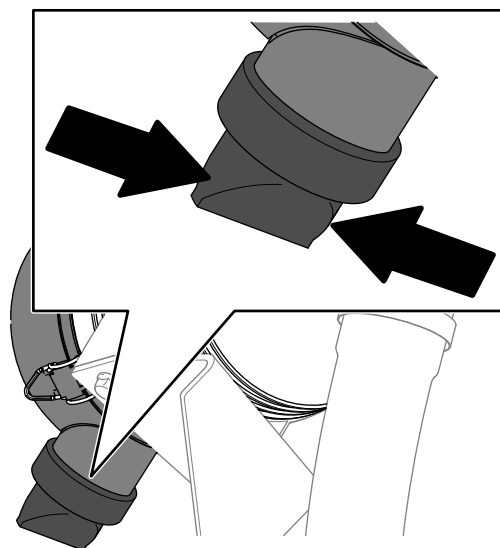

Figura 79
5. Apriete la válvula de expulsión de polvo (Figura 79).